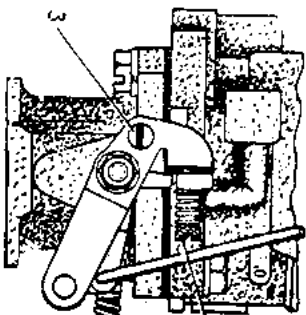

Рис. 39. Регулировочные винты карбюратора.
**Регулировка малых оборотов холостого хода двигателя** производится упорным винтом 1 карбюратора (рис. 39), ограничивающим закрытие дроссельной заслонки, и винтом 2, изменяющим состав смеси. При заверты-